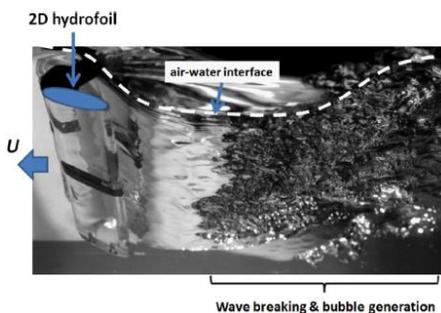

図3 水中翼による気泡発生状況
- ▶ 船舶の抵抗低減に対して有効に働く微細気泡を効率的に、しかも大量に発生させることが可能となった（図3）。